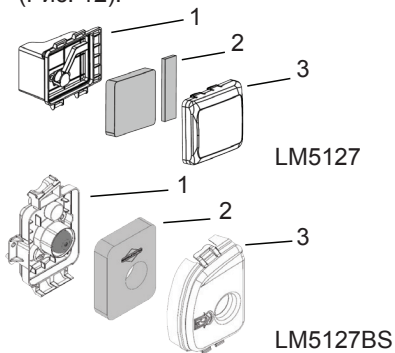

Рис. 12 Обслуживание воздушного фильтра
- Снимите крышку 3 корпуса воздушного фильтра (Рис. 12).
- Извлеките фильтрующие элементы 2 (Рис. 12).
5. Произведите очистку крышки 3 и корпуса 1 воздушного фильтра от грязи и пыли (Рис. 12), не допуская попадания пыли и грязи в карбюратор.